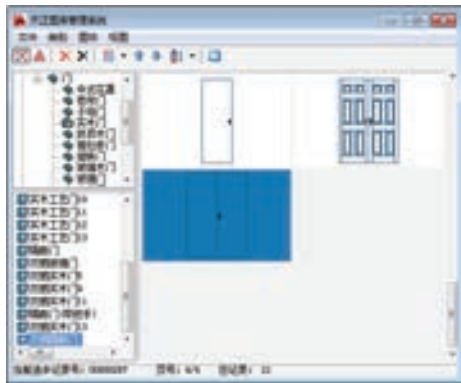

图 13-17 选择样式
- 5) 双击对话框中右侧的三维显示窗口，在打开的“天正图库管理系统”窗口中选择门的立面样式，如图 13-17 所示。